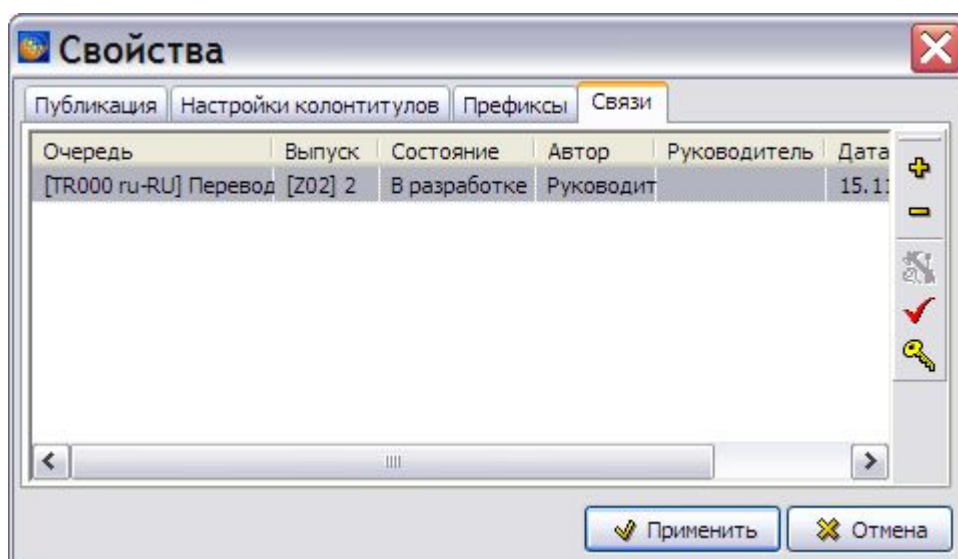

Рис. 11.24
4. Выберите нужный выпуск, и нажмите на кнопку **Применить**. После этого окно **Очереди поставок и выпуски** закрывается, и происходит возврат в окно **Свойства** (Рис. 11.24).